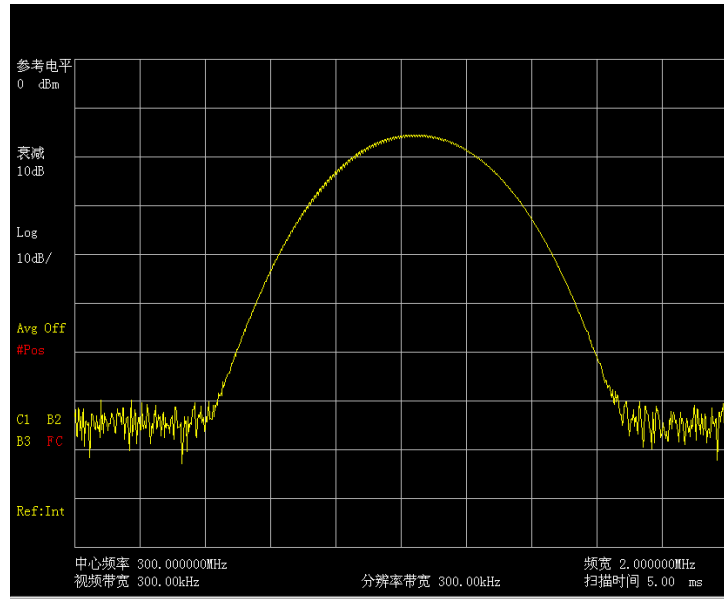

图 3-2 不能区分两个等幅信号
- d) 可以看到频谱分析仪显示屏幕中只有一个信号峰值，如图 3-2 所示。